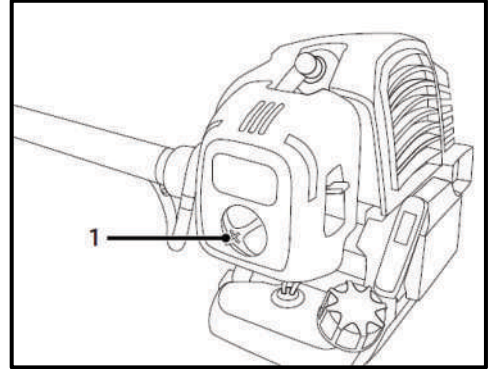

Рис. 56
- Відгвинтіть гвинт (1) фіксації кришки повітряного фільтра (Рис. 56);